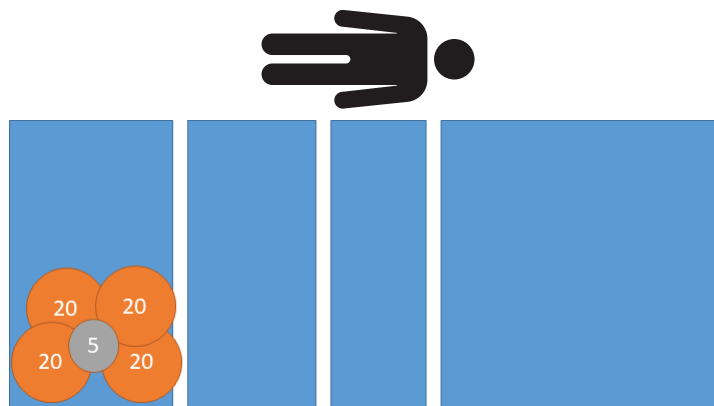

図 14 – 偏心試験 - 足部左側85 kg
2. 較正済み分銅を使用して、85 kgを製品の足部左側に載せます (図 14)。